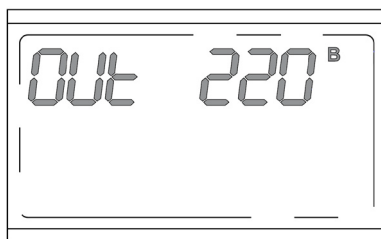

Рисунок 19. ЖК-дисплей в режиме настройки выходного напряжения
1. Двойным быстрым нажатием кнопки  перевести ЖК-дисплей в режим настройки выходного напряжения (рисунок 19).